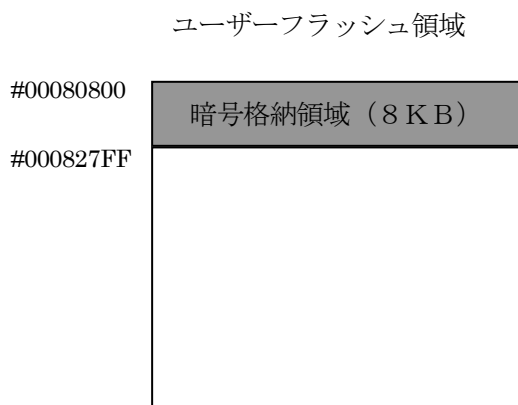

図1
- 暗号をユーザーフラッシュの特定領域内に配置することができます (図1参照)。